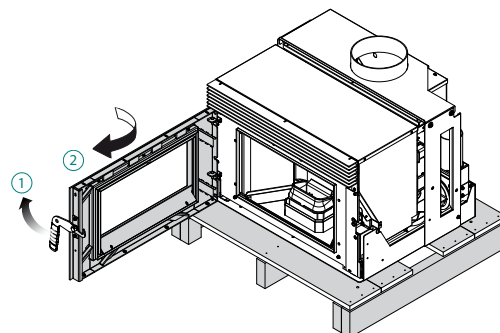

Fig. 6.1.1
3. Ouvrir la porte (Fig. 6.1.1) ;